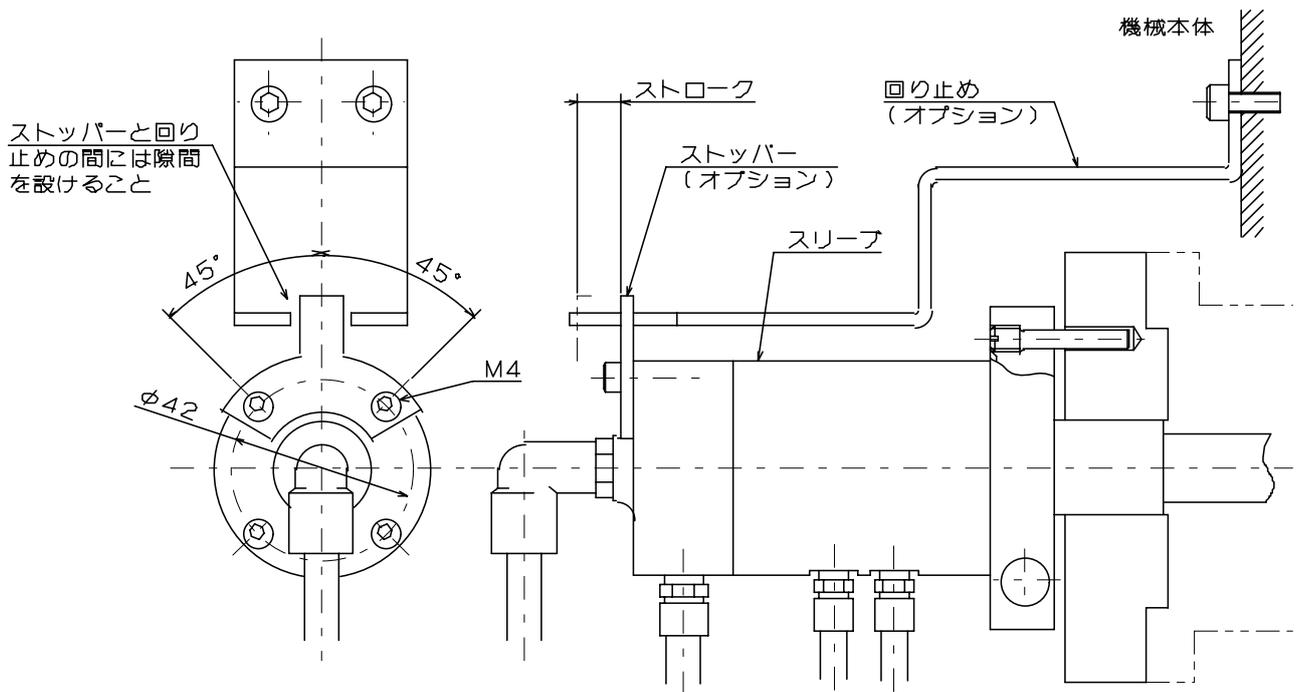

図 4
- ⑧ 図4のように、スリーブの回り止めを設けてください。
- スリーブの回り止めは図 4 のように隙間を設けること。ボルトなどでスリーブを直接固定した場合、エアフィードチューブの焼き付きや破損を招き、チャックへのエア供給が遮断され、工作物が飛散し危険。